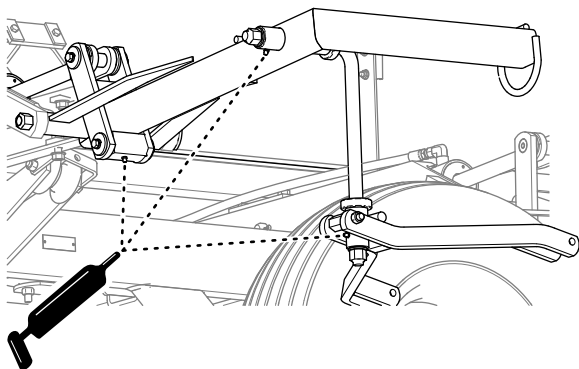

Figura 16
- Lubrique los 3 engrasadores del brazo de elevación y del pivote (Figura 16).